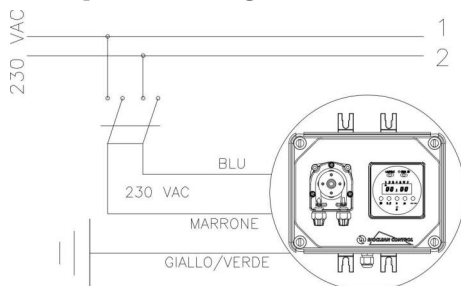

fig. 2
1. Assicurarsi che la stessa sia disattivata elettricamente (entrambe le polarità) staccando i conduttori dai punti di contatto della rete attraverso l'apertura dell'interruttore onnipolare con distanza minima tra i contatti di mm 3 (Fig. 2).
- b.- Rispettare le norme in vigore nei diversi paesi per quanto riguarda l'installazione elettrica (Fig. 2).